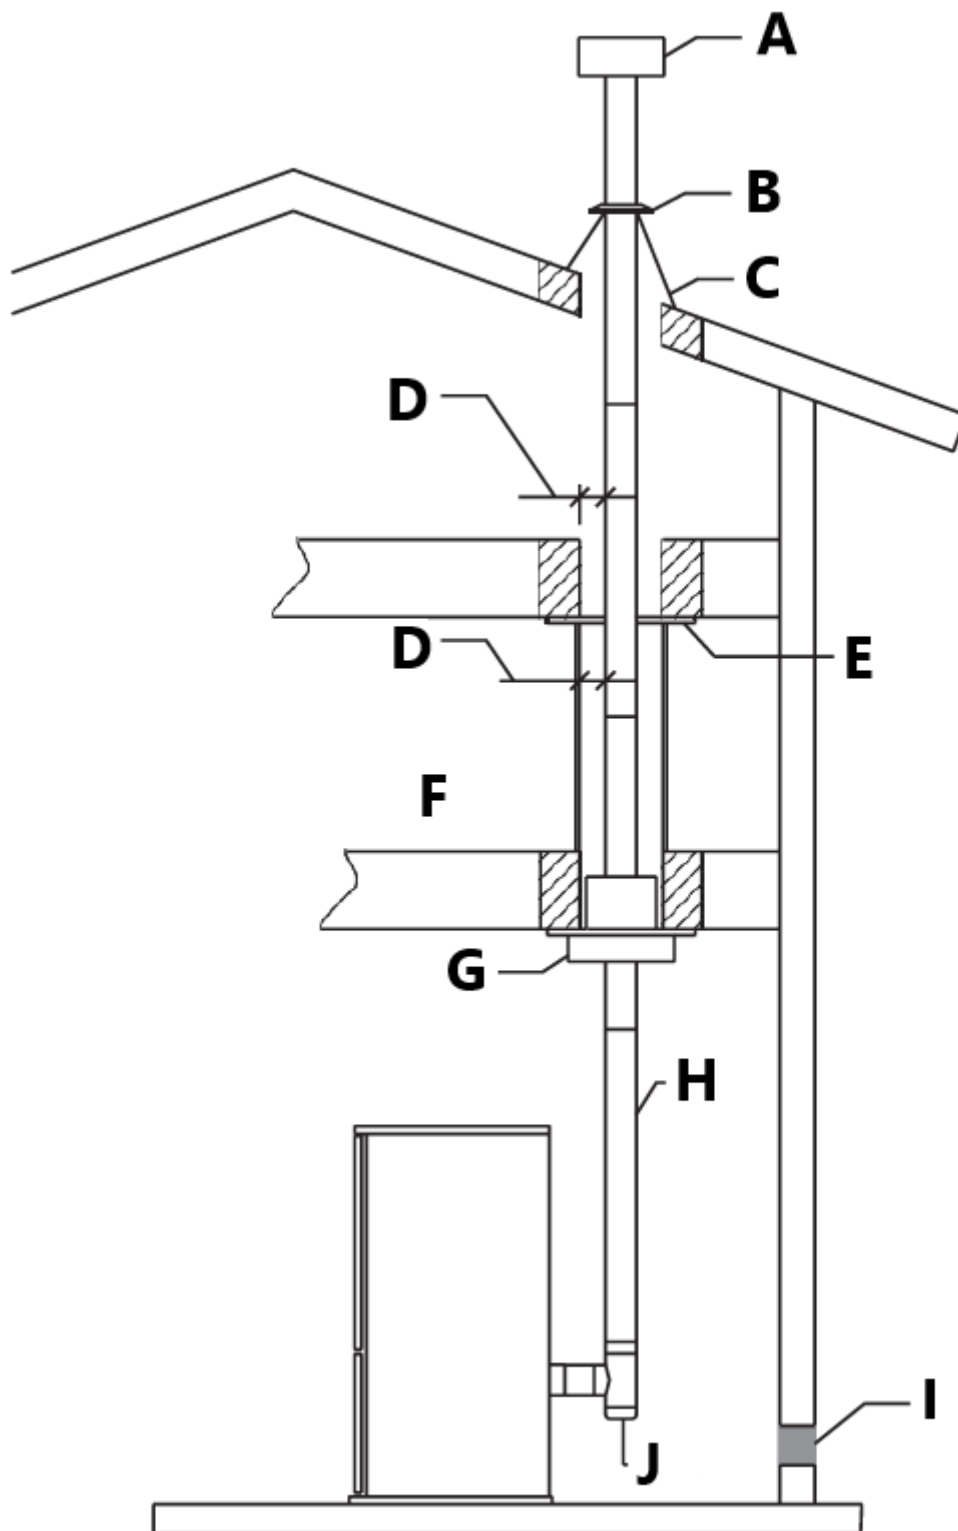

Fig. 10
- Installera svart takstöd under bjälklaget och fäst med 4–1,5" (102 mm - 38 mm) spiralspik eller skruvar (fig. 10). Alternativt kan en stödenhet användas i stället för det svarta takstödet, stödenheten passar till taköppningen underifrån och fästs i reglar med 4 -1,5" (102 mm - 38 mm) spiralspik eller skruvar (Fig.10) .
- Brandspärrar krävs där ventilen tränger in i golv eller tak. Skär ett hål av lämplig storlek i taket/golvet och installera Firestop från ovan eller under reglen. Fäst Firestop med spikar genom hörnen (Fig. 10).